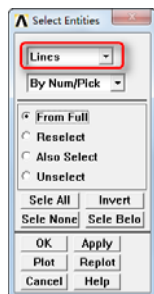

图 7-50 “Select Entities”对话框
①依次选择 Utility Menu→Select→Everything。
②依次选择 Utility Menu→Plot→Lines，重新绘制直线。
③依次选择 Utility Menu→Select→Entities，会弹出“Select Entities”对话框。在第一个下拉框中选择“Lines”，在第二个下拉框中选择“By Num/Pick”，在第三个单选框中选择“From Full”，如图 7-50 所示。单击“OK”按钮，会弹出“Select Lines”选择对话框，选择线段 L2、L4，单击“OK”按钮关闭对话框。
⑥依次选择 Utility Menu→Select→Entities，会弹出“Select Entities”对话框。在第一个下拉框中选择“Lines”，在第二个下拉框中选择“By Num/Pick”，在第三个单选框中选择“From Full”，如图 7-50 所示。单击“OK”按钮，会弹出“Select Lines”选择对话框，选择线段 L1、L3，单击“OK”按钮关闭对话框。